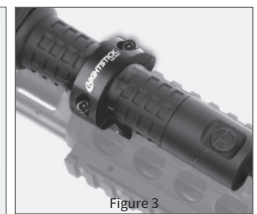

Figure 3
8. Once the location of the mount has been determined, loosen the screws using the supplied Allen wrench and slide the mount onto the handle of the light (Figure 3). Partially tighten the screws.
10. Finish tightening the mount screws, alternating between each a small amount at a time until the gap is equal on both sides (Figure 3).
- Une fois que vous avez choisi l'emplacement du support de rail, desserrez les vis à l'aide de la clé Allen fournie et faites glisser le support sur la lumière (Figure 3). Serrez légèrement les vis.
- Terminez de serrer les vis de montage, en alternant entre chacune une petite quantité à la fois jusqu'à ce que l'écart soit égal des deux côtés (Figure 3).